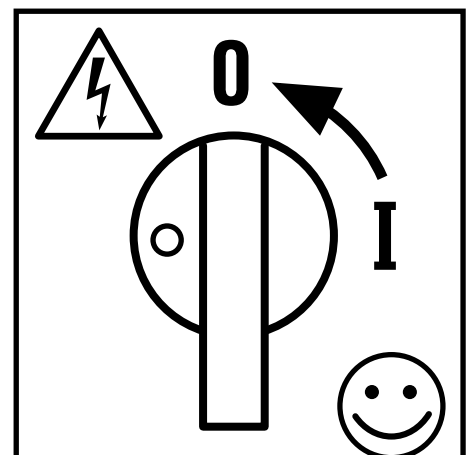

Fig.: 12
1. Prévoir un interrupteur externe d'alimentation 1 (Fig.: 12), afin de pouvoir mettre l'installation hors tension à tout moment.